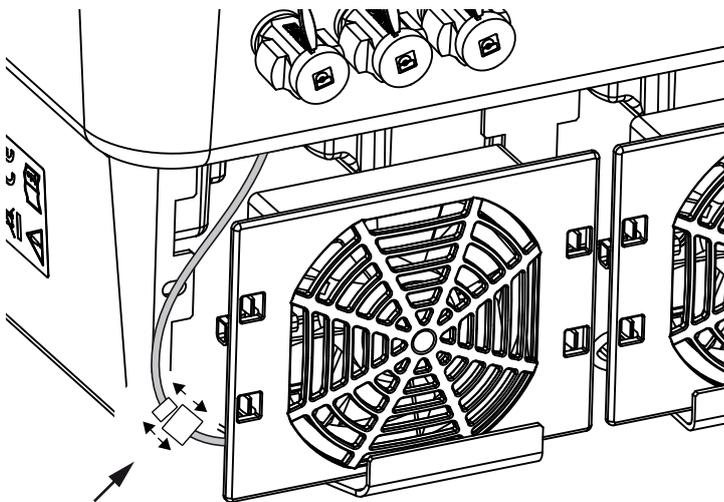

Fig. 73: Retirar el cable del ventilador
4. Extraer la unidad del ventilador completamente de la carcasa. Para ello, separar la conexión de enchufe del cable del ventilador. **Fig. 73**